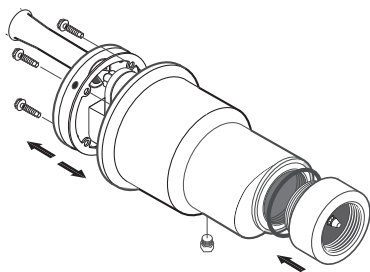
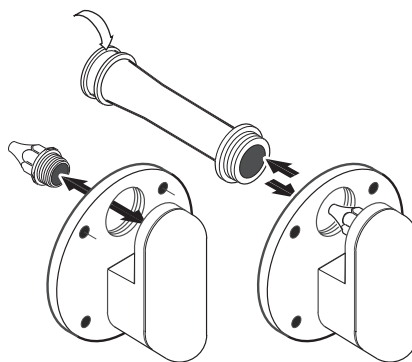

Figure 1
Figure 2
1. Enlever les 4 vis qui retiennent le dispositif d'insertion sur le corps de l'éjecteur (voir Figure 1).
2. Dévisser le venturi du dispositif d'insertion du corps de l'éjecteur (voir Figure 2).
3. À l'aide d'une clé à douille longue de 5/8 po, dévisser avec précaution la buse pour la séparer du dispositif d'insertion du corps de l'éjecteur (voir Figure 2).
2. Visser la buse dans le dispositif d'insertion du corps de l'éjecteur (voir Figure 2). Utiliser une clé à douille de 5/8 po pour monter la buse. **Ne pas trop serrer.**
3. Placer le petit joint torique dans la gorge du venturi (voir Figure 2). Visser à la main le venturi dans le dispositif d'insertion du corps de l'éjecteur (voir Figure 1).
4. Placer le joint torique dans la gorge à l'extrémité du corps de l'éjecteur (voir Figure 1). Visser à la main le clapet de non-retour dans le corps de l'éjecteur (voir Figure 1). S'assurer que le joint torique est correctement logé dans sa gorge.
5. Placer le joint statique sur l'épaule du corps de l'éjecteur; en veillant à ce qu'il se loge correctement, installer le dispositif d'insertion dans le corps de l'éjecteur de manière à ce que l'orifice en D se trouve vers le BAS (vers le bouchon HPA) et le venturi vers le HAUT (voir Figure 1).
6. À l'aide des quatre vis, monter le dispositif d'insertion dans le corps de l'éjecteur (voir Figure 1). S'assurer que le dispositif d'insertion est logé correctement et que les quatre vis sont bien engagées avant de commencer à serrer les vis. **Ne pas trop serrer.**